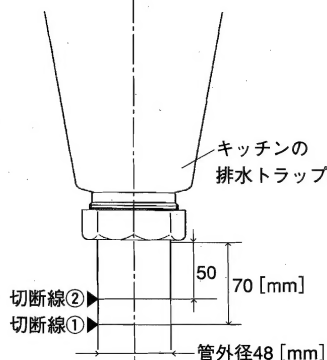

図10
- ・キッチンの排水トラップ*) に『通気番ち』を取付けます。(図10)
- 2) 金ノコ等を用いて、70 [mm]、50 [mm]の切断線①、②に沿って、切断してください。（図10）